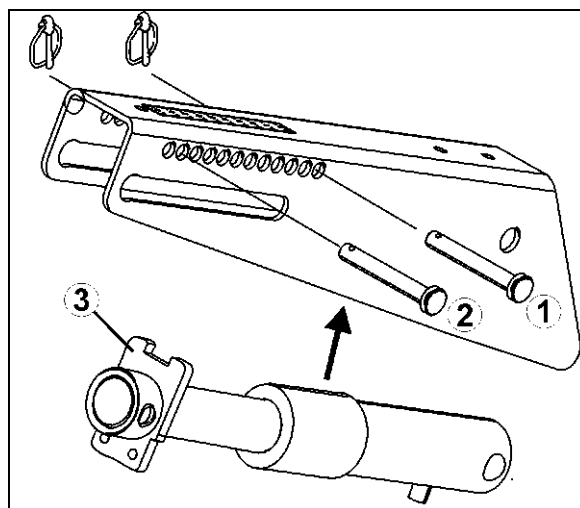

Рис. 119
3. Вставьте по одному пальцу (Рис. 119/1) ниже и выше упора (Рис. 119/2) упора (Рис. 119/3) в регулировочный сегмент и зафиксируйте их пружинными фиксаторами.